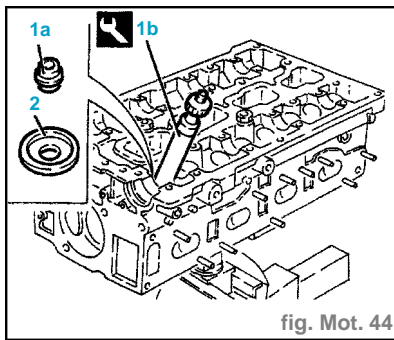

fig. Mot. 44
- Déposer la soupape (4).
- Déposer le pare-huile guide de soupapes (1a) avec l'extracteur (1b) (fig.Mot. 44).